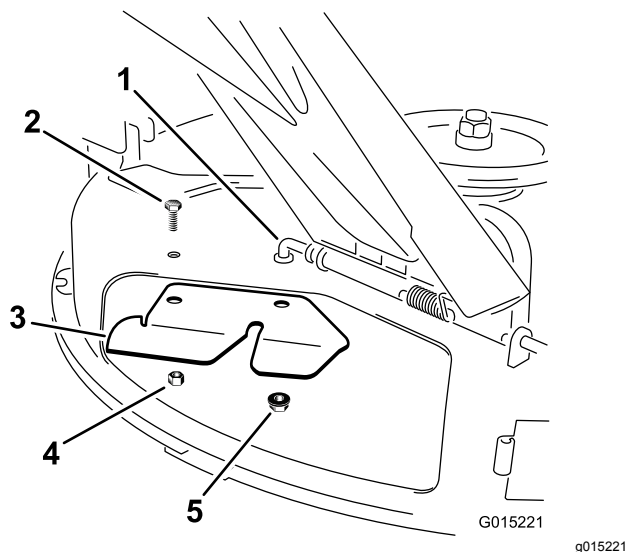

Bild 20
3. Befestigen Sie das Versatzablenkblech des Heckfangsystems an der Unterseite des Mähwerks (Bild 20). Befestigen Sie es mit den vorher entfernten Befestigungen.